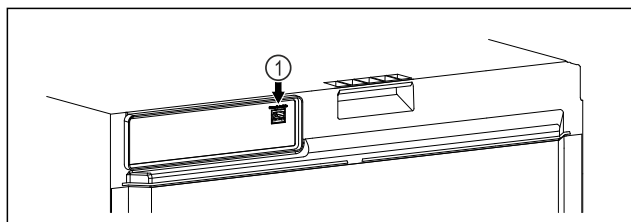

Fig. 101
- SmartModule Fig. 101 (1) je nasadený.